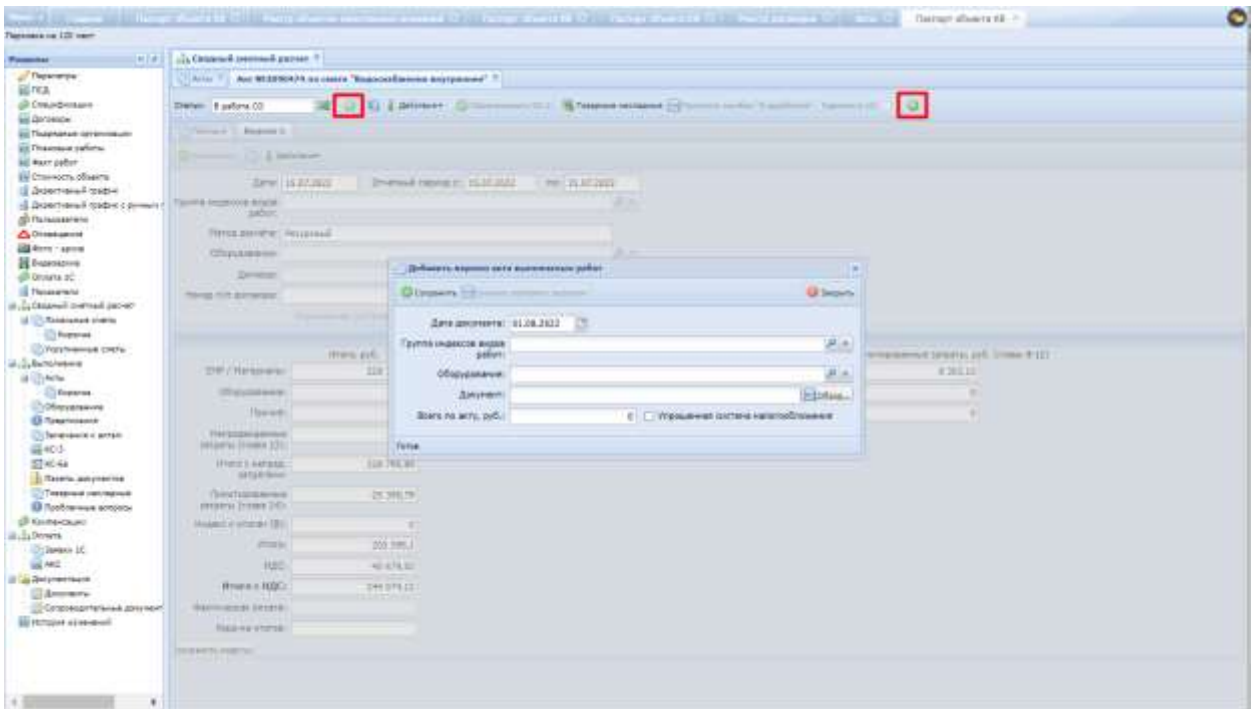

Рис. 124. Добавление второй версии акта выполненных работ
- из акта выполненных работ. Для загрузки следует нажать функциональный элемент  панели инструментов, прикрепить акт выполненных работ в формате *.xml в поле «Документ», нажать «Сохранить» (Рис. 124).